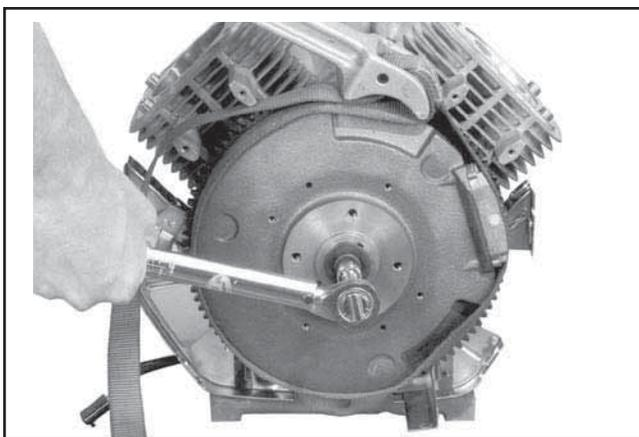

Figure 11-29. Monter et serrer le raccord du volant.
4. Utiliser une clé à ruban pour le volant ou un outil de maintien pour tenir le volant. Serrer les vis hexagonales à embase fixant le volant à l'arbre moteur à **66,4 N·m (49 pouces lb)**. Voir la Figure 11-29.